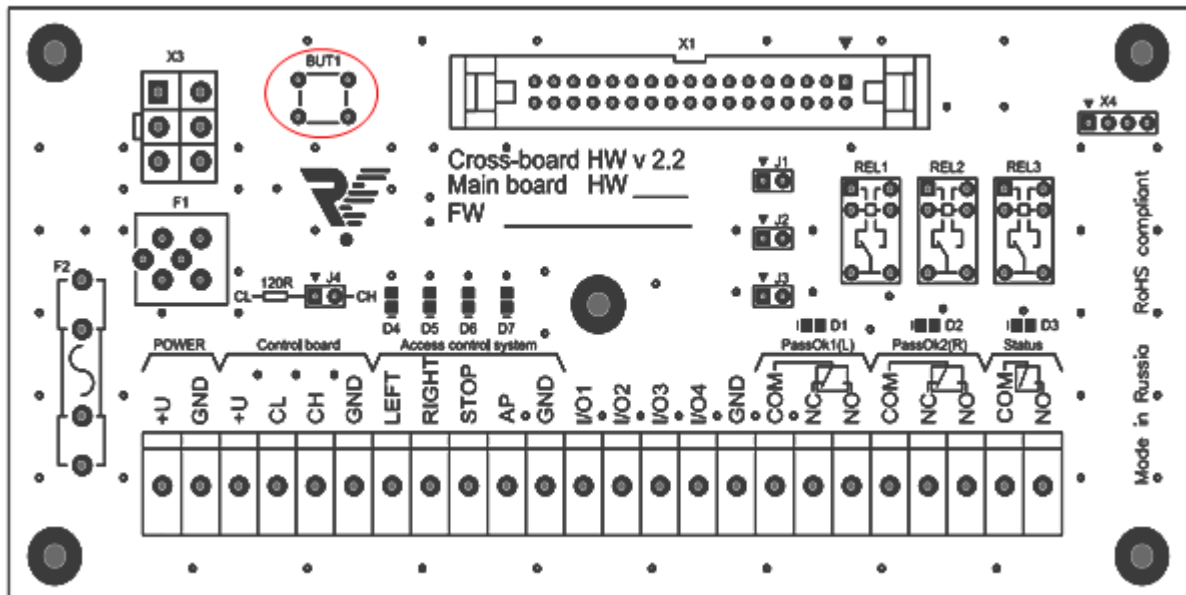

Рисунок 8 – Внешний вид кросс-платы
2.4.2 Калибровка с помощью кнопки (Рисунок 8 – BUT1), расположенной на кросс-плате. Для калибровки снять защитные крышки на верхнем модуле, обеспечив доступ к кросс-плате, затем: